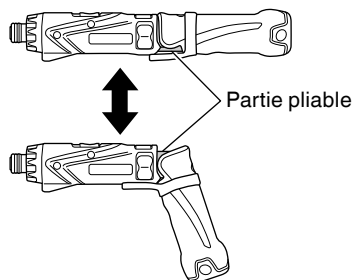

Fig. 13
- **Si le couvercle en caoutchouc se détache, est endommagé ou perdu, prenez contact avec votre SERVICE APRÈS-VENTE metabo HPT AGRÉÉ. (Fig. 13)**